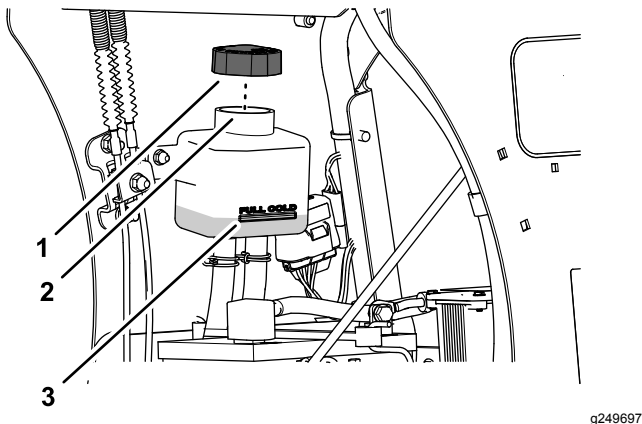

Figure 55
3. Enlevez le bouchon du vase d'expansion et contrôlez le niveau de liquide de transmission à l'intérieur (Figure 55).
4. Au besoin, faites l'appoint de liquide de transmission spécifié jusqu'à ce que le niveau atteigne le repère maximum à froid sur le vase d'expansion (Figure 55).
4. Continuez d'ajouter le liquide de transmission spécifié jusqu'à ce qu'il atteigne le repère maximum à froid sur le vase d'expansion; voir Figure 55 sous Contrôle du niveau d'huile de transmission \(page 47\).